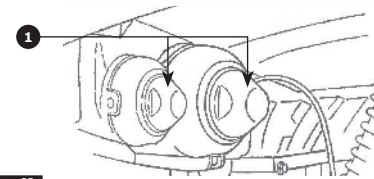

Рис. 92
1. Потянув за крышку **1** Рис. 92 на задней стороне фары, снимите её.